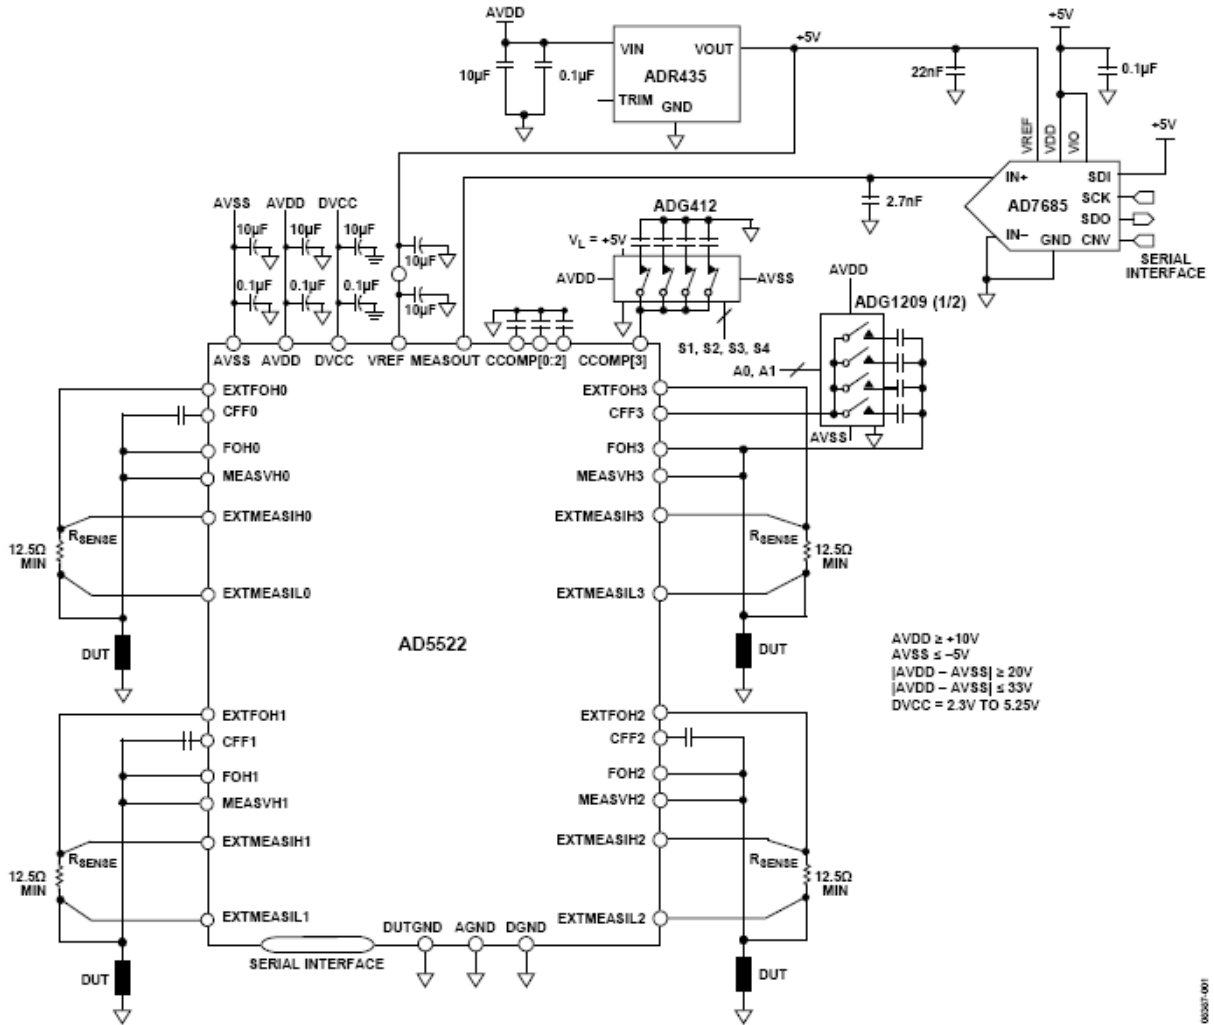

图1. 参数测量单元及支持器件（原理示意图）
- 多个通道可共用一个 ADC。图 1 中, 四个 PMU 通道共用一个 ADC AD7685。在一些应用中, 可能有更多通道共用一个 ADC, 例如 8 个或 16 个 PMU 通道。
本电路必须构建在具有较大面积接地层的多层电路板上。为实现最佳性能，必须采用适当的布局、接地和去耦技术（请参考教程MT-031—“实现数据转换器的接地并解开AGND和DGND的迷团”，以及教程MT-101—“去耦技术”）。请注意，图1为原理示意图，并未显示所有必需的去耦。